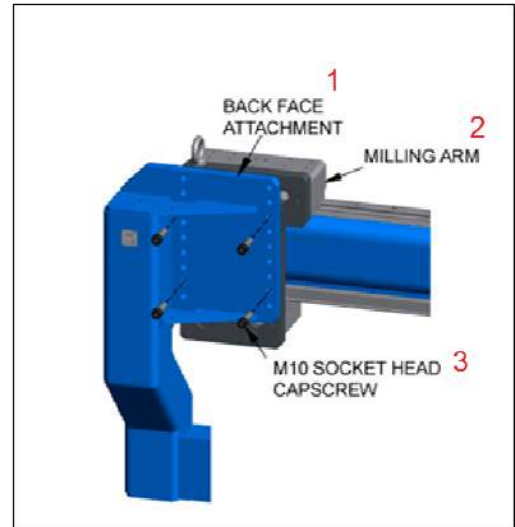

Figura 21 Detalle de conjunto del accesorio de revestimiento trasero
2. Acople el accesorio de la cara posterior al brazo fresador utilizando los cuatro tornillos cilíndricos M10, tal y como se muestra en Figura 21. Apriete los tornillos cilíndricos a 58 Nm (42 pies-lb). La altura del accesorio de la cara posterior se puede ajustar utilizando los orificios de montaje provistos, coloque el accesorio de la cara posterior según el grosor de la brida.